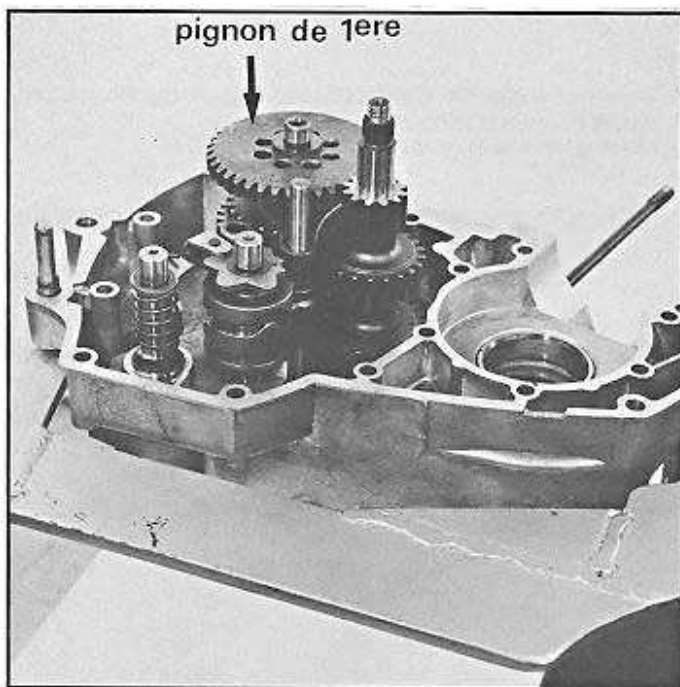

Fig. 53
- Placer le pignon 1^{re} équipé de sa bague, le chambrage contre le baladeur (fig. 53).